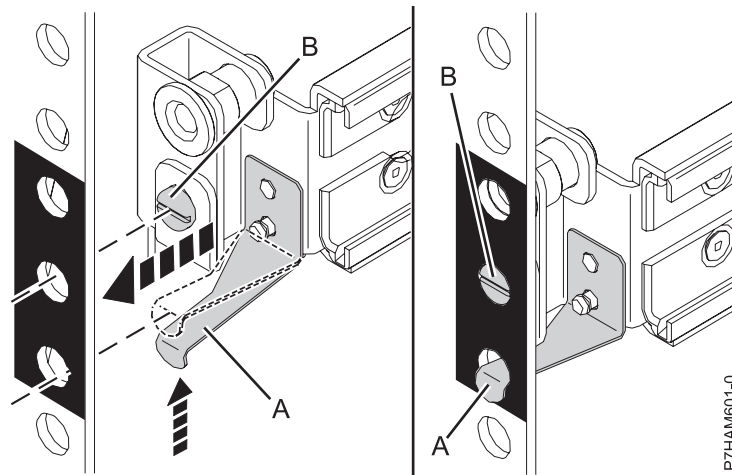

Figure 8. Fixation de la glissière à l'avant de l'armoire
- La patte de fixation (A) est du côté avant de l'armoire, alignée sur le trou inférieur de la bande EIA que vous avez marqué précédemment, comme indiqué à la figure 8, à la page 10.
- c. Soulevez la patte de fixation (A) et insérez-la dans le trou inférieur de la bande EIA que vous avez marqué, comme indiqué à la figure 8. Vérifiez que l'ergot de la patte de fixation est entièrement engagé dans le trou, et qu'il s'appuie fermement sur son bord inférieur. Insérez la vis d'alignement (B) dans le trou intermédiaire de la bande EIA, marqué précédemment.